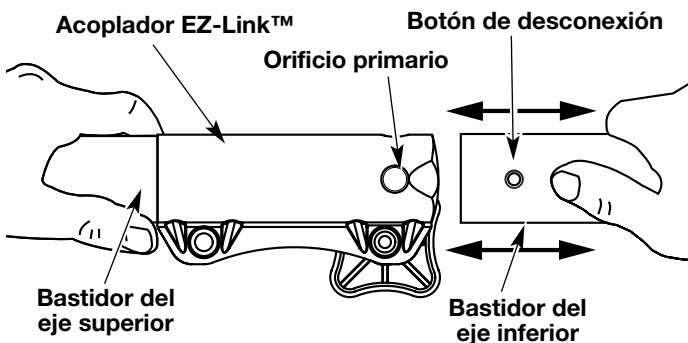

Fig. 7
2. Mientras sostiene el accesorio con firmeza, empújelo en línea recta en el acoplador EZ-Link™ (Fig. 7).